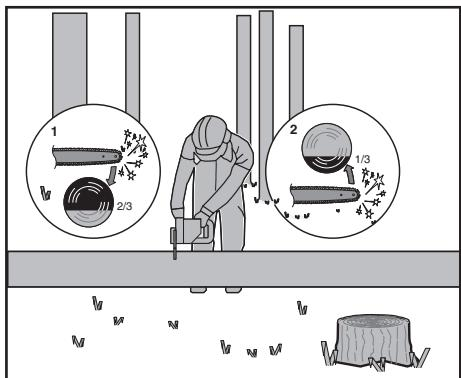

Figura 5
Cuando el tronco es soportado en ambos extremos, como ilustrado, corte 1/3 del diámetro de la parte superior (1). A continuación, realice el corte final rápidamente en la parte inferior (2) a 2/3 para corresponder al primer corte. (Figura. 5)